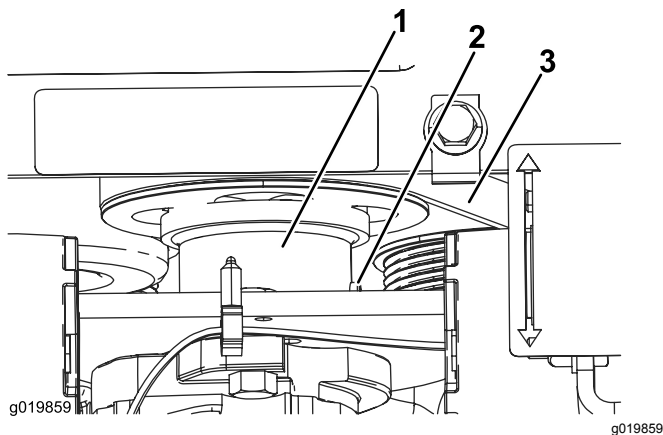

Figura 53
5. Afloje el tornillo de fijación del acoplamiento de la transmisión de la bomba (Figura 53).